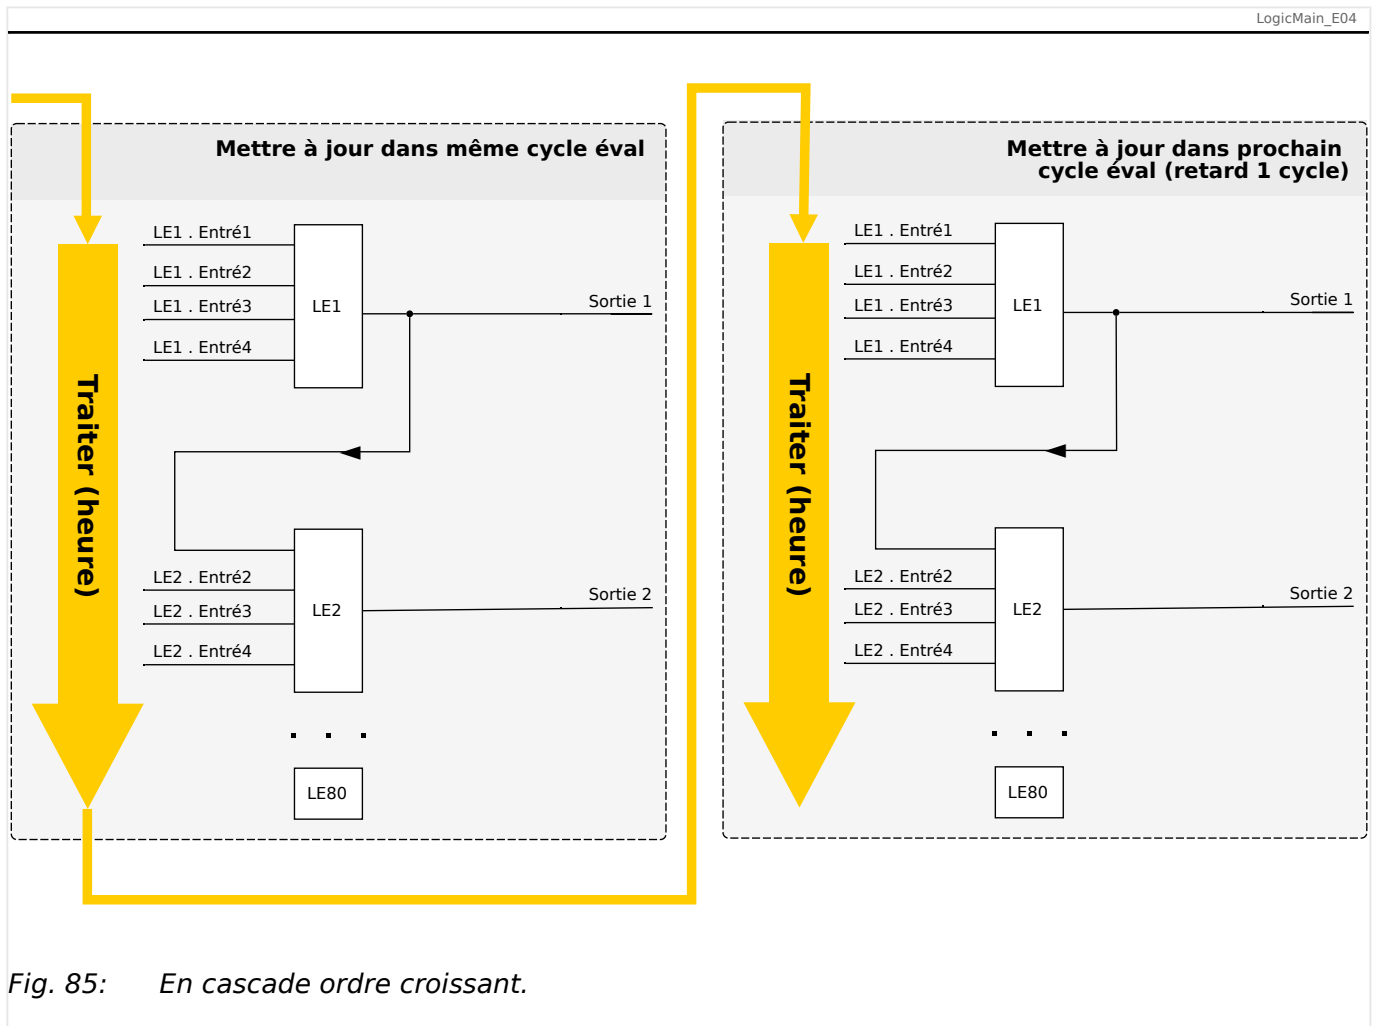
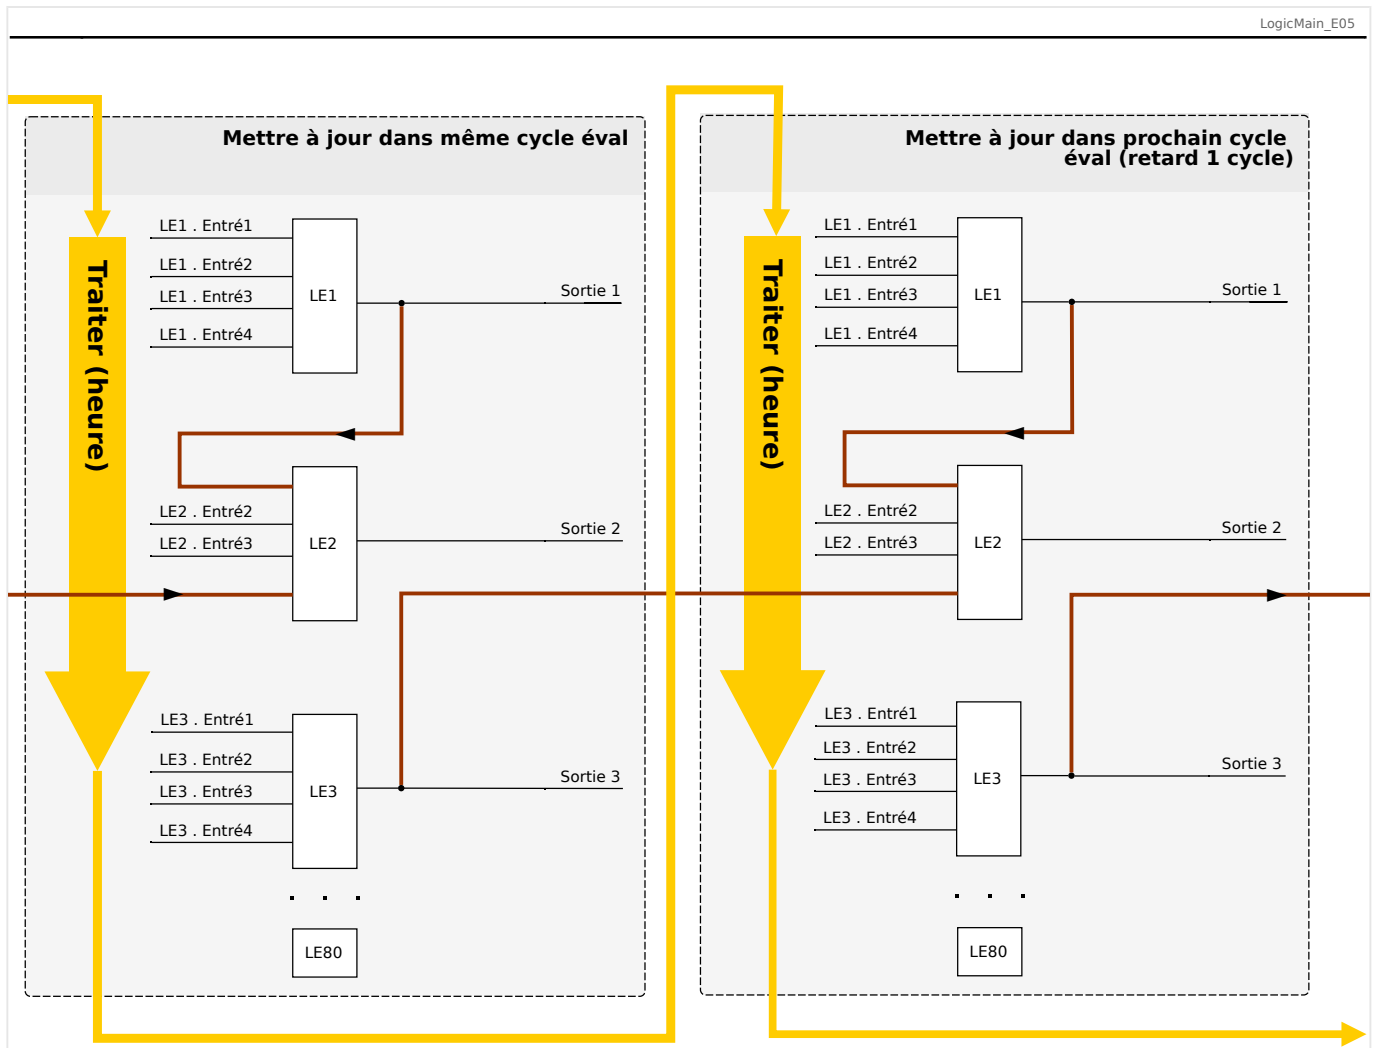

Fig. 85: En cascade ordre croissant.
Fig. 86: En cascade ordre décroissant.
- Dans une séquence **ascendante**, certaines sorties sont injectées en entrée dans une équation logique portant un numéro **plus élevé**. Par exemple, le schéma  Fig. 85 ci-dessous indique que le résultat de l'équation logique LE1 est utilisé en tant qu'entrée de l'équation logique LE2.
- Dans une séquence **descendante**, certaines sorties sont injectées en entrée dans une équation logique portant un numéro **plus bas**. Par exemple, le schéma  Fig. 86 indique que le résultat de l'équation logique LE3 est utilisé en tant qu'entrée de l'équation logique LE2.
Les séquences ascendantes et descendantes peuvent être utilisées et combinées les unes avec les autres, sans différence immédiate. Toutefois, en raison de l'évaluation de toutes les équations par ordre ascendant, les valeurs de temps de fonctionnement réelles qui sont injectées en entrée d'une équation auront un « âge » différent, comme on peut le voir dans  Fig. 85 et  Fig. 86 ci-dessous.
Dans l'exemple présenté dans Fig. 86 ci-dessus, l'équation logique « 2 » utilise les états de sortie de deux autres équations, les équations logiques « 1 » et « 3 ». Le résultat de l'équation logique « 1 » est utilisé dans l'ordre ascendant. Il a par conséquent été évalué au cours du même cycle de traitement. Le résultat de l'équation logique « 3 » est utilisé dans l'ordre descendant. Il a par conséquent été évalué au cours du cycle de traitement précédent.